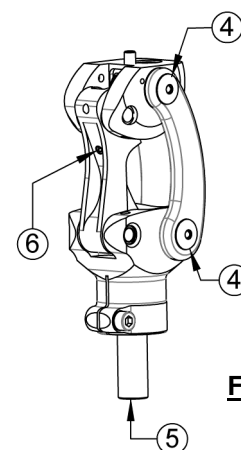

FIG 2
D) REGLAGE DU RAPPEL A L'EXTENSION (Fig.2)
E) REGLAGE DE LA BUTEE D'EXTENSION (Fig.2)
F) REGLAGE DE LA FRICTION DE L'ARTICULATION (Fig.2 et 2-1)